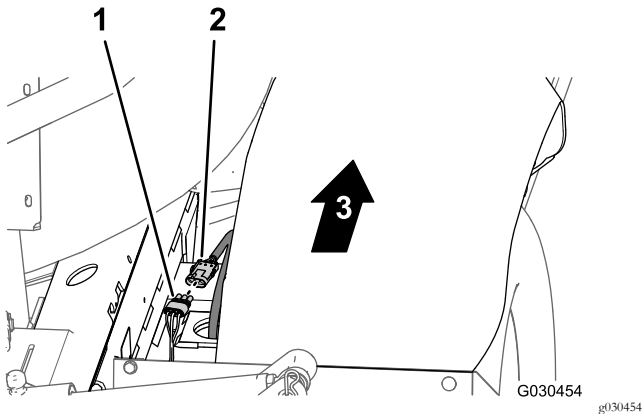

Figure 21
1. À l'arrière de la machine (entre le tube de cadre droit et l'aile droite), débranchez le connecteur à 3 broches du faisceau du capteur de vitesse, sur le moteur de traction hydraulique droit, du connecteur à 3 douilles du faisceau arrière (Figure 21).